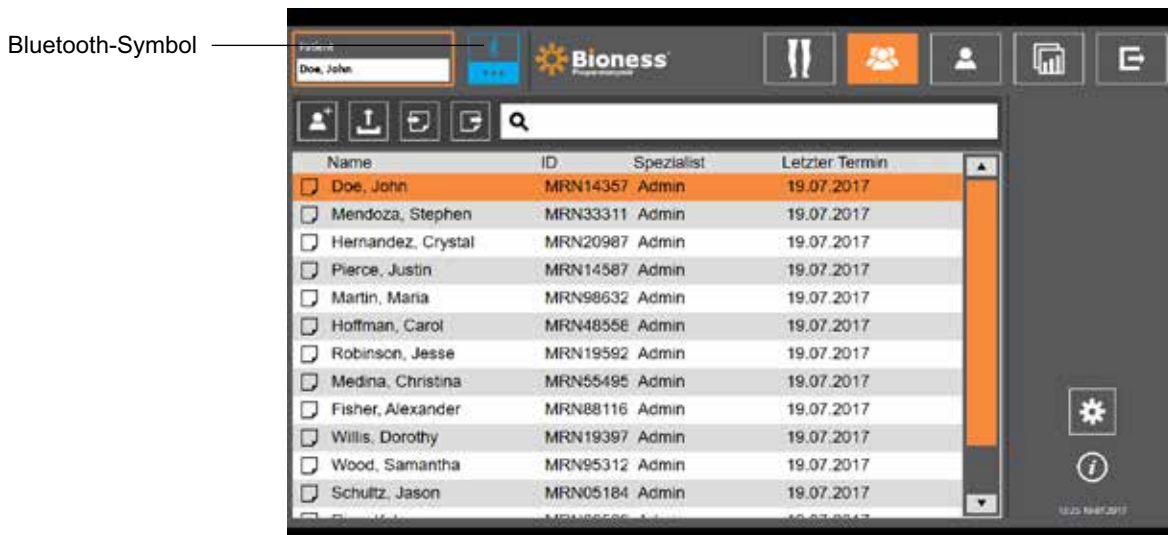

Abbildung 9-0: Bluetooth®-Symbol
3. Nun wird der Patientendatenbank-Bildschirm angezeigt. Drücken Sie in der Navigationsleiste auf das Bluetooth®-Symbol. Siehe Abbildung 9-0.